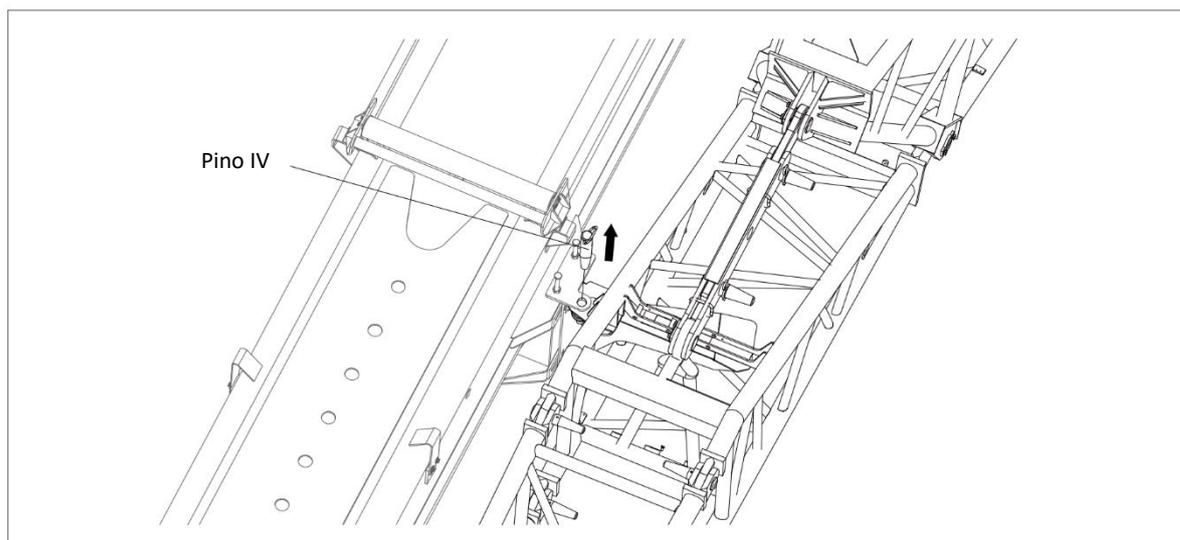

Figura 5-8 Remoção do pino IV
- k) Remova o pino IV. Consulte a figura 5-8.